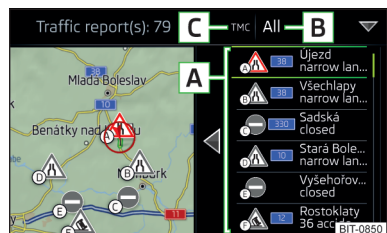

Abb. 189
In der Liste der Verkehrsmeldungen sowie in der Karte erfolgt die Anzeige von maximal 6 Meldungen, die mit einem Buchstaben und dem Symbol einer Verkehrsbehinderung versehen sind (bspw. , , , **A**) » Abb. 189.
Auf der Position **C** » **Abb. 189** können die folgenden Symbole eingeblendet werden.
- ▶ **Es erfolgt eine Zielführung** - nach Antippen der Funktionsfläche **B** » **Abb. 189** sind im angezeigten Menü durch Antippen der Funktionsfläche **Alle Bereiche** alle Verkehrsmeldungen, **oder** durch Antippen der Funktionsfläche **Route**, nur die auf der Route vorhandenen Verkehrsmeldungen auswählbar.